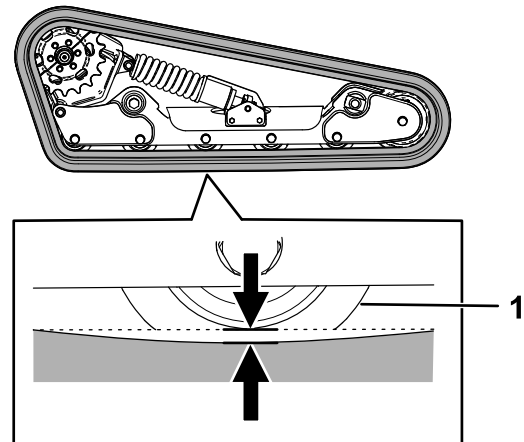

Bild 56
Eine Seite der Maschine anheben/abstützen und mit dem Gewicht der Kette prüfen, ob der Abstand zwischen der Unterseite der Lippe des Straßenrads und der Kette 1,3 cm beträgt, wie in Bild 56 dargestellt. Stellen Sie sonst die Kettenspannung mit den folgenden Schritten ein.
- Drehen Sie die Spannschraube mit einer 1/2" Antriebsknarre, bis die Auslenkung der Kette 1,3 cm beträgt, wie in Bild 56 dargestellt.
- Kontrollieren Sie, dass die Auslenkung der Kette 1,3 cm beträgt, wie in Bild 56 dargestellt. Stellen Sie sie bei Bedarf ein.
20. Drehen Sie die Spannschraube mit einer 1/2" Antriebsknanne gegen den Uhrzeigersinn, bis die Auslenkung der Kette 12,7 mm beträgt, wie in **Bild 56** dargestellt.